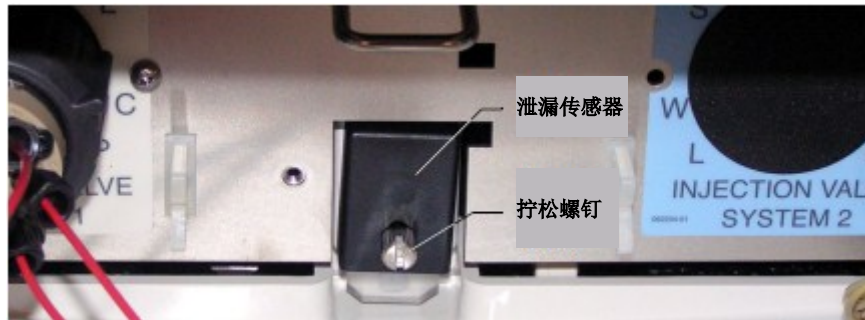

图 10-35. 泄漏传感器
4. 拧松泄漏传感器 (P/N 062437) 前面板的螺钉 (见 图 10-35)。注意：螺钉与传感器保持连接。